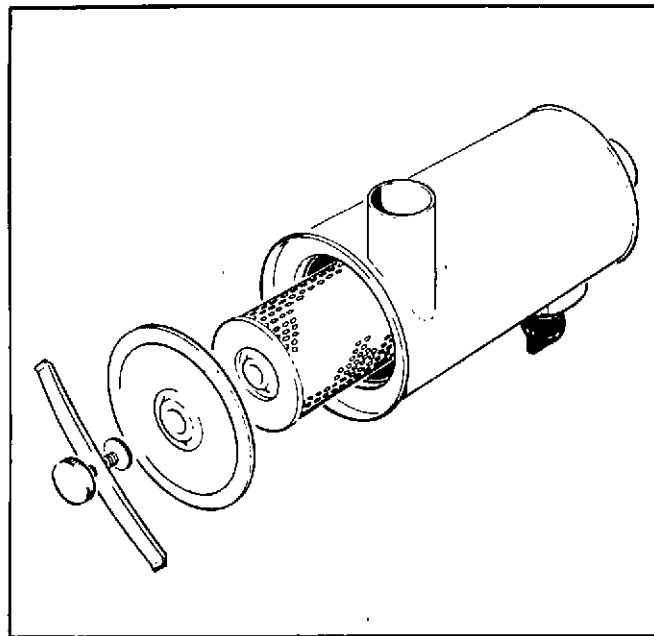

Fig. 11
**DRY TYPE TWO STAGE "CYCLONE" See Fig. 11**